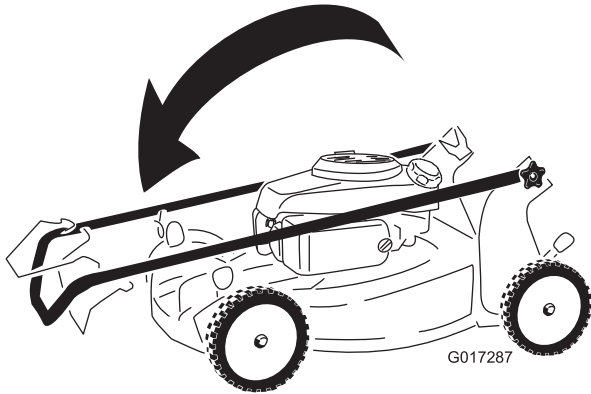

Figura 17
2. Pliegue hacia adelante la sección superior del manillar (ver Figura 17).